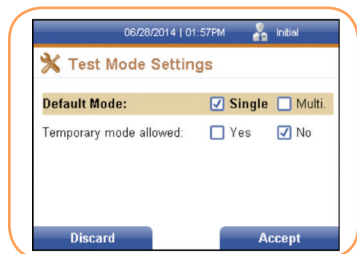

FIGURA 19
2. Pulse la tecla programable derecha para seleccionarlo. Se muestra la pantalla *Configuración del modo de prueba* (Figura 19).